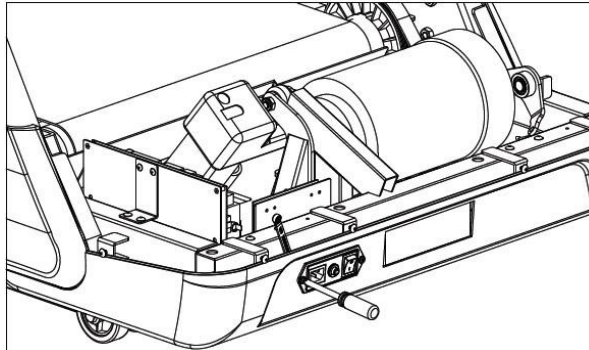

Abb. 6.4.2
3) Entfernen Sie das Strommodul und die Steuerplatine wie in Abb. 6.4.2 dargestellt.